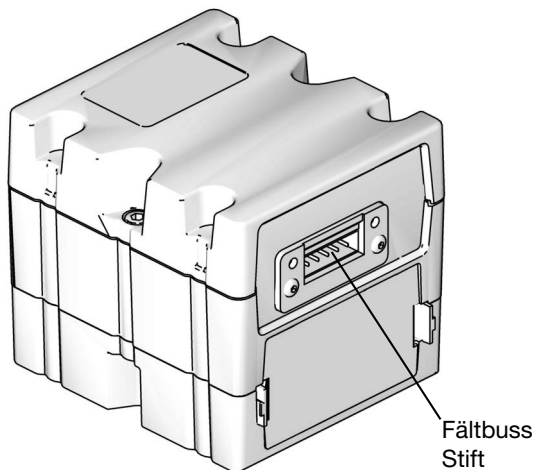

FIG. 26: CGM fältbussanslutning
11. Anslut Ethernet-, DeviceNet- eller PROFIBUS-kabeln till fältbussanslutningen på CGM enligt vad som är tillämpligt. Se **FIG. 26**.